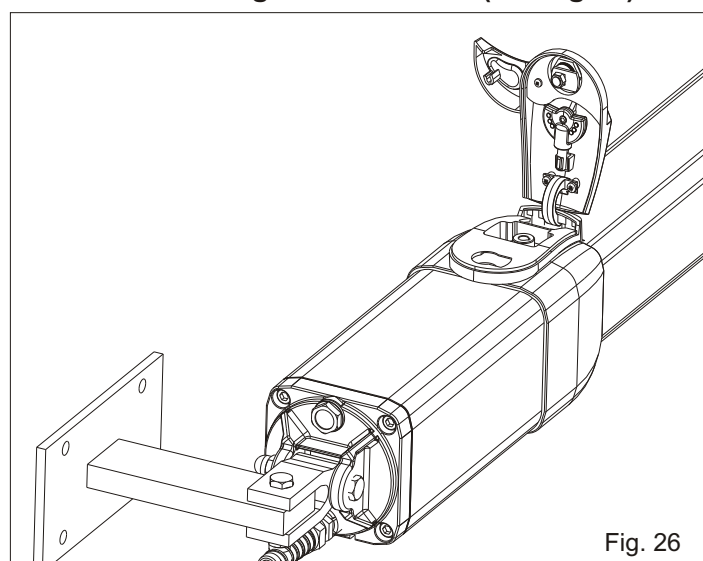

Fig. 26
**La clef de déverrouillage se trouve à l'intérieur du couvercle du déverrouillage en aluminium (voir fig.26)**